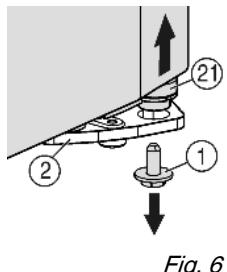
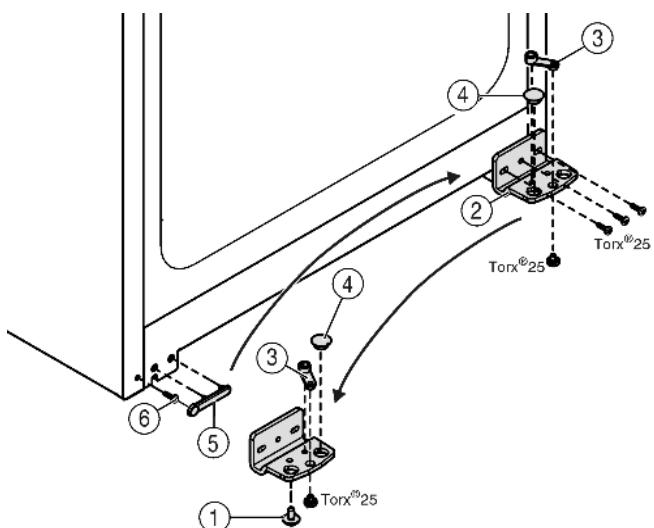

Fig. 6
Fig. 7
- Внизу справа на опорном кронштейне выкрутите фиксирующий винт Fig. 6 (1).
- Опорный палец Fig. 6 (21) можно извлечь из опорного кронштейна Fig. 7 (2).
- Сли установочный винт Fig. 6 (21) не откручивается, его можно вынуть, нажав на него снизу.
- Открутите опорный кронштейн Fig. 7 (2).
- Открутите опорную деталь Fig. 7 (3) и, переставив в отверстие на противоположной стороне опорного кронштейна, снова прикрутите.
- Извлеките заглушку Fig. 7 (4) из опорного кронштейна и переставьте ее в отверстие на противоположной стороне опорного кронштейна.
- Осторожно снимите крышку со стороны ручки Fig. 7 (5).
- Выкрутите болт Fig. 7 (6) и вкрутите на противоположной стороне.
- Снова установите крышку Fig. 7 (5).
- Снова прикрутите опорный кронштейн Fig. 7 (2) на новой стороне шарнира (**с моментом 4 Нм**). При необходимости используйте аккумуляторный шуруповерт.
- Вкрутите фиксирующий винт Fig. 6 (1) внизу в опорный палец и затяните (**с моментом 4 Нм**).